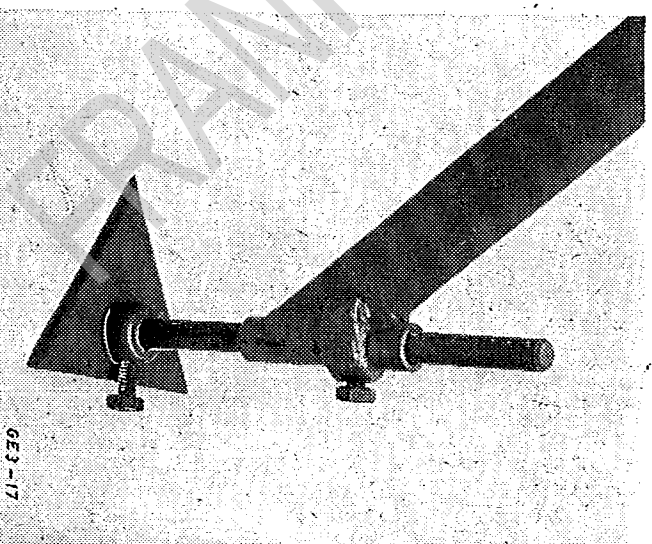

Bild 9. Dreieckiges Schar
4. **Dreieckiges Schar Type 523/1** (siehe Bild 9). Normalerweise wird der Mittelstreifen durch die Fräswerkzeuge genügend aufgelockert. Sollte bei starkem Unkrautwuchs und auf harten Böden ein kleiner unbearbeiteter Mittelstreifen stehenbleiben, so kann dieser mit einem dreieckigen Schar aufgerissen werden. Dieses wird am Spornstift des Auslegers angeschraubt. Gleichzeitig wird damit die Einhaltung der Arbeitstiefe erleichtert.